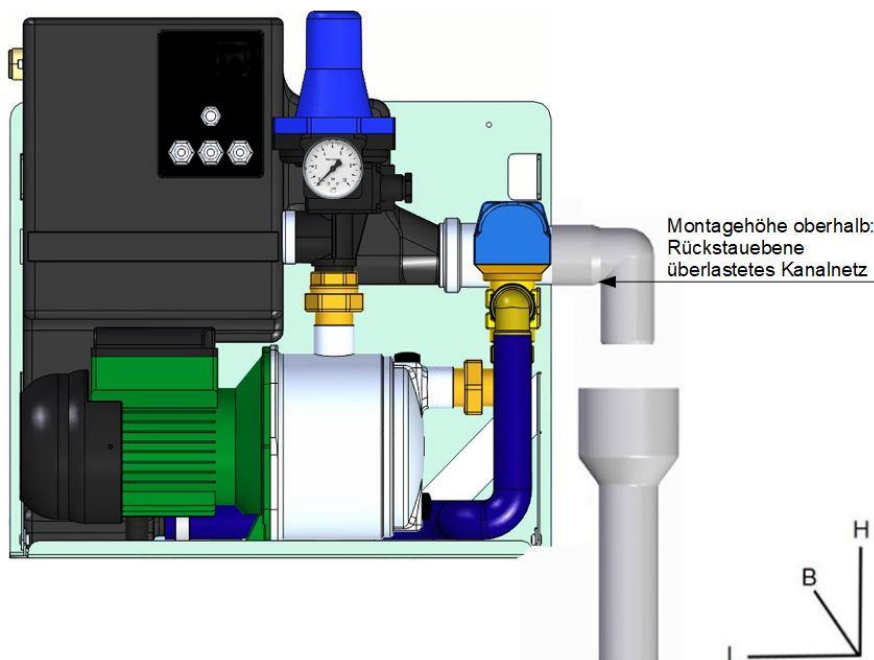

Bild 7.2
- ⇒ oberhalb des maximalen Wasserstandes des Speichers (siehe Bild 7.2);